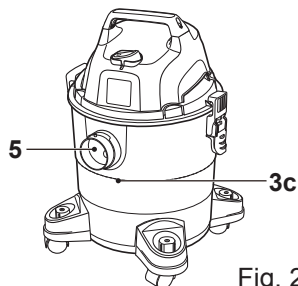

Fig. 23
- > Al aspirar en húmedo, compruebe el nivel de agua del depósito periódicamente. El nivel de agua debe estar por debajo del ribete superior interior (3c) situado bajo la entrada de aire (5) (Fig. 23). Vacíe el depósito (3) con regularidad si va a aspirar grandes cantidades de agua.